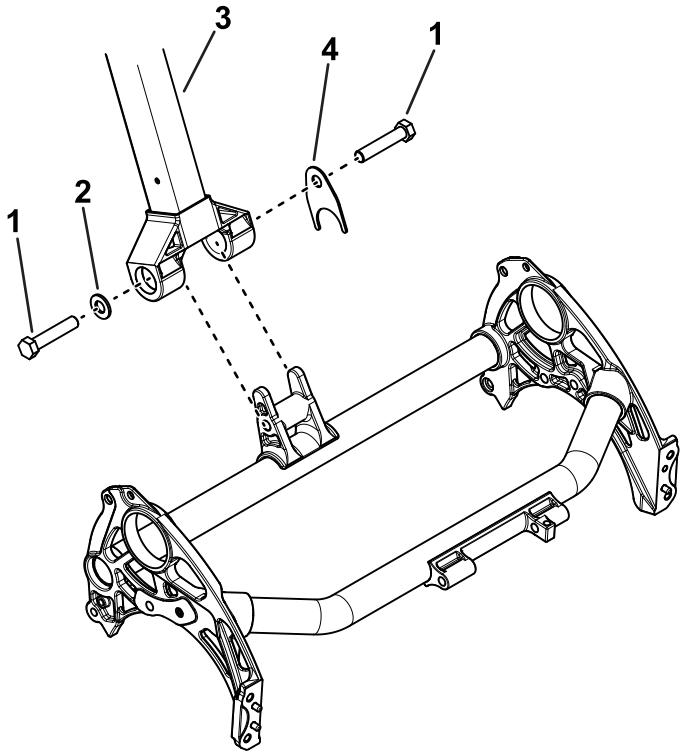

Bild 3
2. Verwenden Sie zwei Schrauben ($\frac{1}{2}'' \times 2\frac{1}{2}''$), eine Verdrehschutzscheibe und eine vorhandene Unterlegscheibe, um die Holmeinheit am Rahmen zu befestigen (Bild 3).